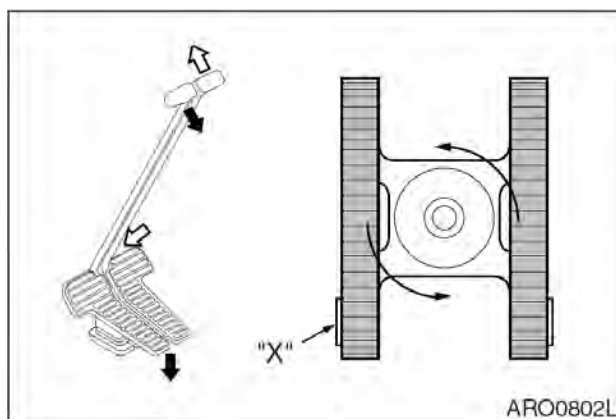

Рис. 40
3. Вращение (рис. 40) выполняется посредством вращения одной гусеничной ленты вперед, а другой - назад. Машина вращается вокруг центральной точки - встречное вращение.